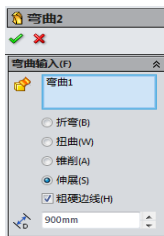

图 6-165 参数设置
- 02 选择模型作为要弯曲的实体，设置【伸展距离】为 900mm，如图 6-165 所示。